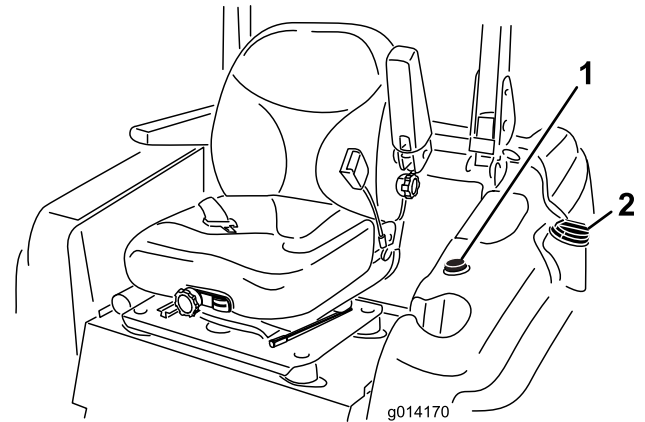

図7
3. 燃料タンクのキャップの周囲をきれいに拭いてからキャップを取る図7。